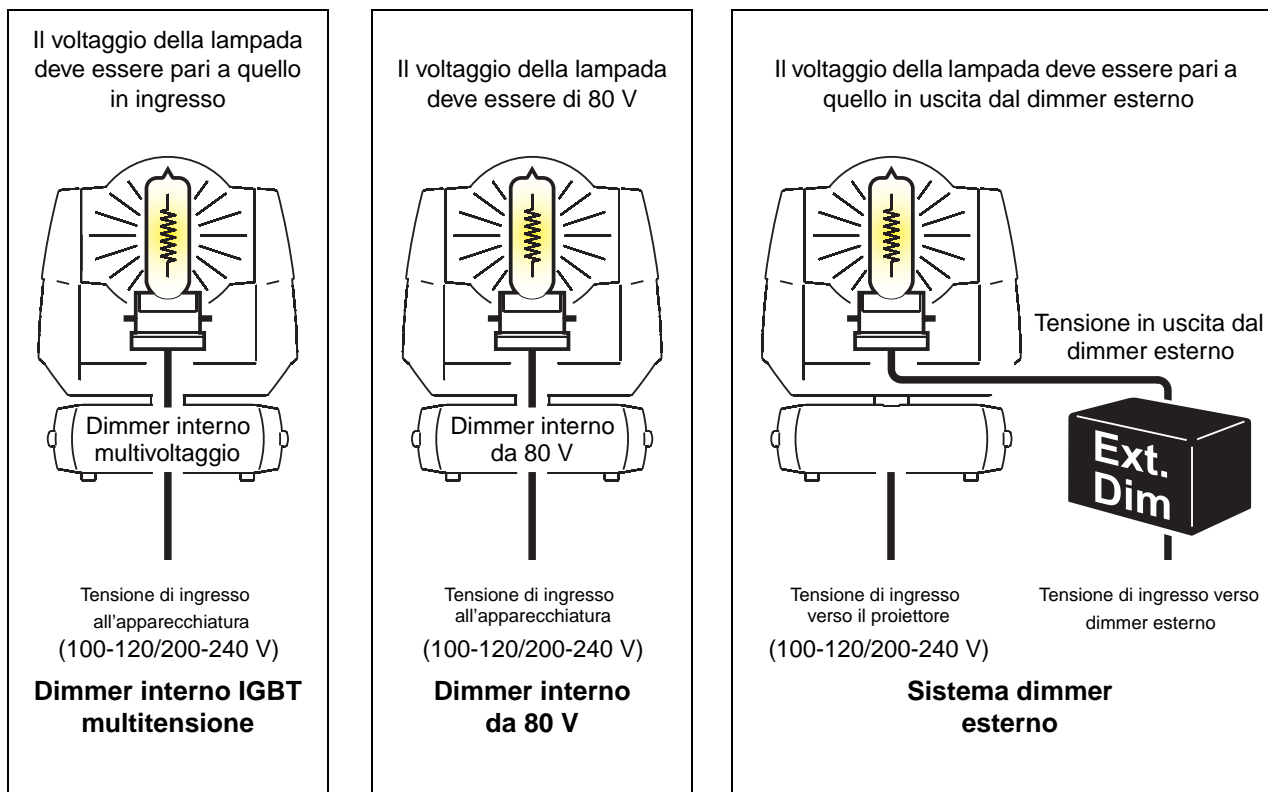

Figura 4: Opzioni di dimmeraggio e voltaggio della lampada
MAC TW1 offre 3 dimmer a scelta. A prescindere dall'opzione scelta, il voltaggio della lampada deve corrispondere a quello erogato dal dimmer (vedere anche Figura 4):
2. Vedere Figura 4. Accertarsi che la lampada installata nell'apparecchiatura presenti un voltaggio corretto per il dimmer interno.